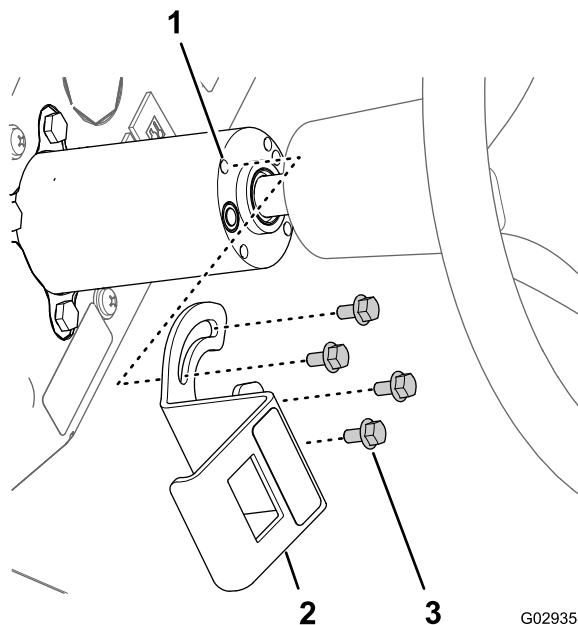

Figure 25
1. Alignez les fentes du support de l'interrupteur de COMMANDE DE MOUSSE et les 4 inserts filetés de la colonne de direction (Figure 25).
3. Passez le connecteur à 8 douilles par l'ouverture dans le support et branchez-le sur les broches (Figure 25) situées au dos de l'interrupteur à palette à 3 positions (interrupteur de COMMANDE DE MOUSSE).